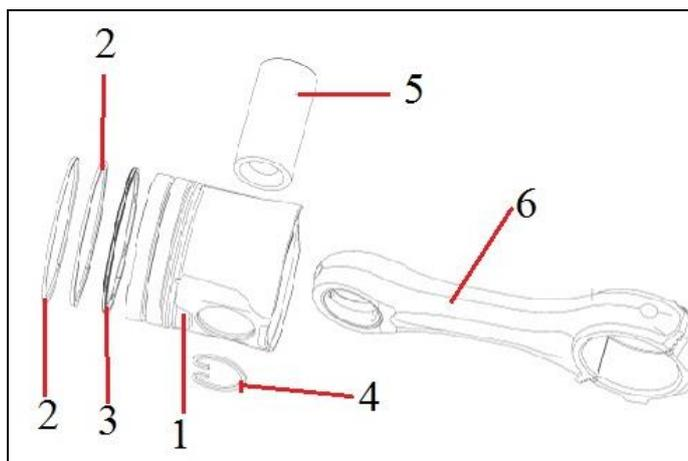

Рис. 44 Разборка шатунно-поршневой группы
3.3.1. Разборка шатунно-поршневой группы (Рис. 44)